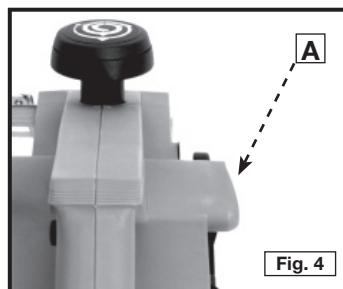

Fig. 4
El cepillo está equipado con un orificio de expulsión de virutas (A), Fig. 4. Por este orificio se expulsará un gran volumen de virutas y serrín cuando el cepillo esté funcionando.